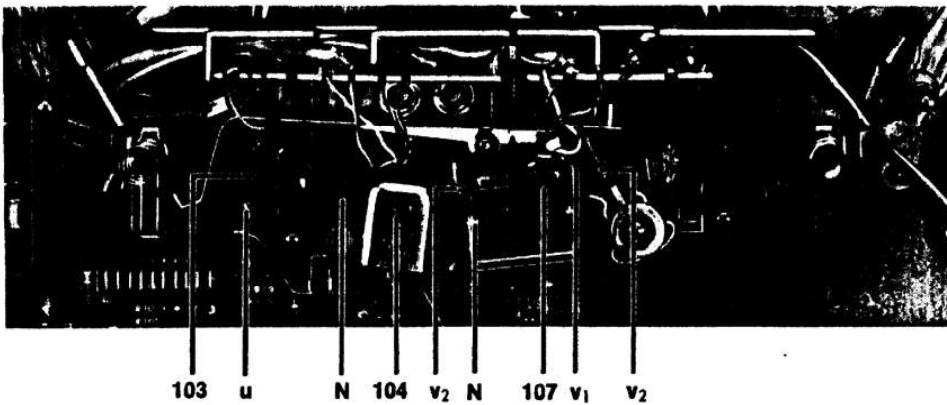

Abb. 12 Kopfwechsel
**26. Kopfwechsel [Abb. 12]****Löschkopf 103:**